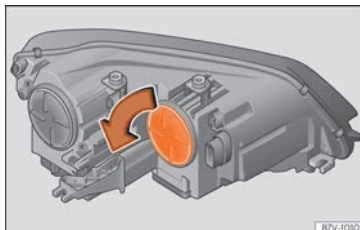

Abb. 109 Im Motorraum: Blinkerabdeckung.
2. Abdeckung » **Abb. 109** in Pfeilrichtung drehen und abziehen.
| 7. | Abdeckung » Abb. 109 entgegen der Pfeilrichtung bis zum Anschlag drehen. | |